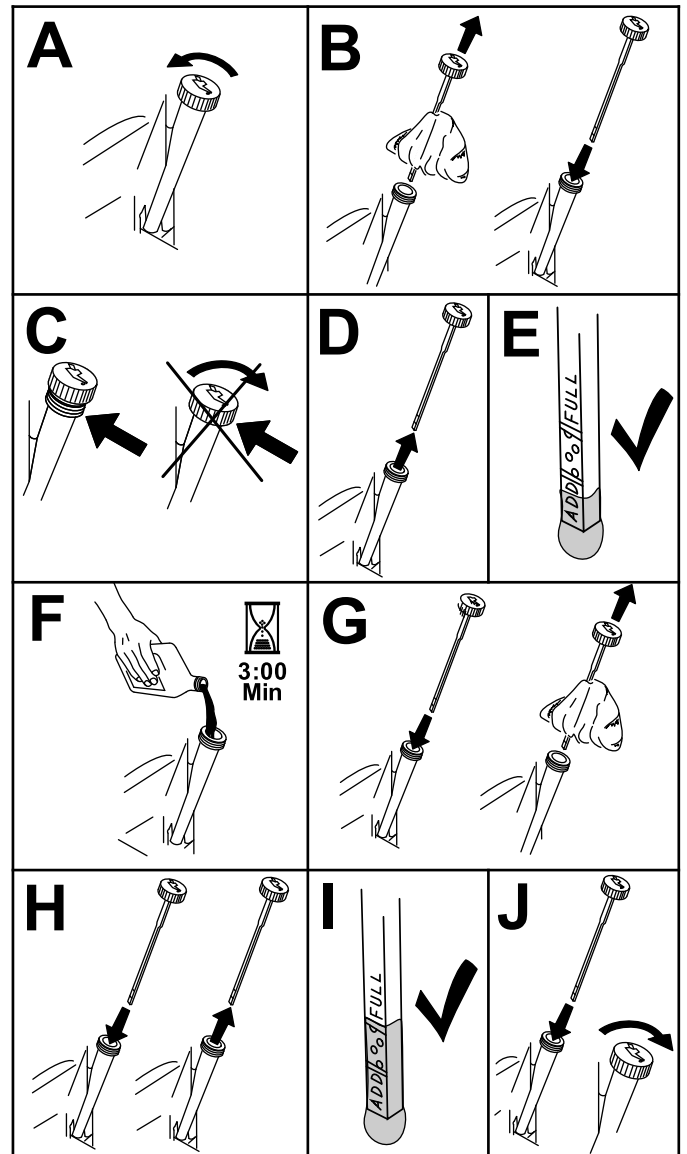

Figura 39
3. Compruebe el nivel de aceite del motor, tal y como se muestra en la (Figura 39).